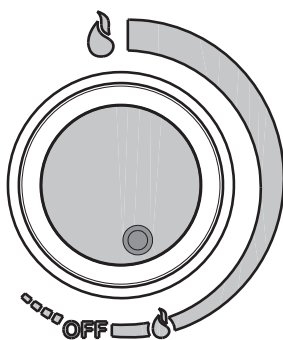

fig. 8B
- Pour allumer le chauffe-eau tourner dans le sens inverse des aiguilles d'une montre le sélecteur "A" sur le symbole "🔥" (fig. 8B).
Le dispositif économiseur est inséré en tournant la bouton "A" jusqu'à atteindre la position "🔥" (fig. 8B). L'insertion de l'économiseur permet de limiter la puissance thermique maximum fournie quand l'exigence d'utilisation doit être généralement contenue (faible écart thermique ou débits réduits de prélèvement par exemple pendant la période d'été).